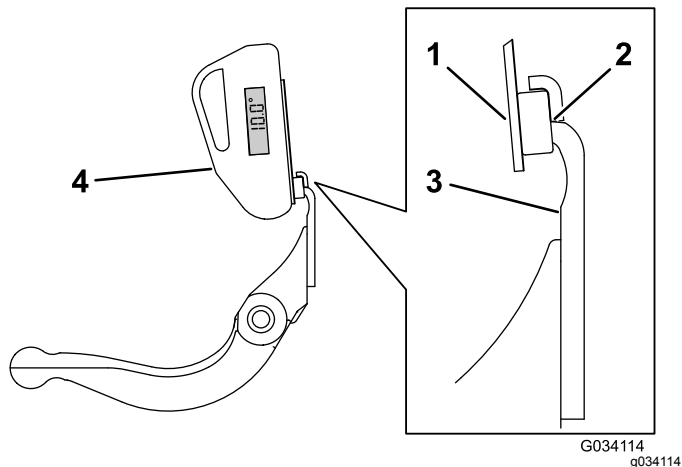

Figura 35
3. Coloque a montagem do indicador de ângulo na extremidade da lâmina de corte para que a extremidade do ímã fique alinhada com a extremidade da lâmina de corte (Figura 35).
4. Coloque o indicador de ângulo na montagem, como se mostra na Figura 35.